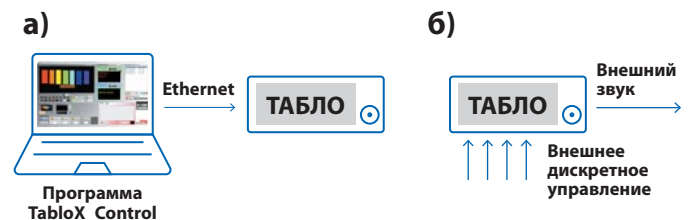

Рисунок 7.
3. При использовании Табло под управлением ПКП, командой для выбора страницы является появление постоянного напряжения на одном или нескольких из 4-х аналоговых входов управления Табло (рис.7). При одновременном наличии напряжений на нескольких входах управления на Табло поочередно выводятся страницы, соответствующие инициализированным входам.